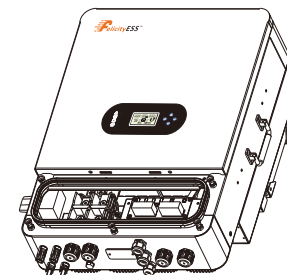

Figura 4.6-1 Interfaz DRMS
**Paso 1:** Desatornille esta tapa del inversor. Ver figura 4.6-1.